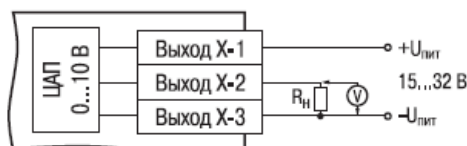

Рис. 21
8.3.2.2. ЦАП 0...10 В (маркировка У). Схему подключения см. на рис. 21.